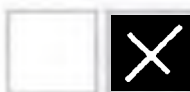

Рисунок 3.70 – Сообщения при экспорте обследования
- 4) После появления сообщения «Вставьте носитель» (Рисунок 3.70, а), установите съемный носитель или CD/DVD-диск.
- 5) После загрузки и проверки съемного носителя или диска появится сообщение «Обнаружен логический диск» (Рисунок 3.70, б) или «Обнаружен CD/DVD».